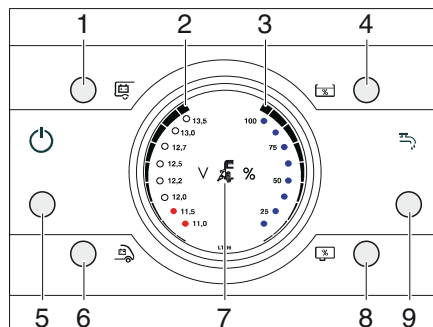

Bild 261 Panel LT 96
230 V-kontrollampan (Bild 261,7) lyser när nätspänningen ligger på el-blockets ingång.
Med huvudbrytaren 12 V (Bild 261,1) kopplas panelen och bodelens 12 V-försörjning till eller från.
- Tryck kort på huvudbrytaren 12 V (Bild 261,1).
Med knapparna bodelsbatteri (Bild 261,1 och startbatteri (Bild 261,6) visas batteriernas laddningsstatus.
- Tryck på knappen bodelsbatteri (Bild 261,1).
Batteriladdningen visas (Bild 261,2).
- Tryck på knappen startbatteri (Bild 261,6).
Med knapparna nivå vattentank (Bild 261,4) och nivå avloppstank (Bild 261,8) kan vattennivån och avloppsvattennivån visas.
- Tryck på knappen nivå vattentank (Bild 261,4).
Vattentankens nivå visas (Bild 261,3).
- Tryck på knappen nivå avloppstank (Bild 261,8).
Avloppstankens nivå visas (Bild 261,3).
Med knappen vattenpump PÅ / AV (Bild 261,9) kan man aktivera och avaktivera vattenpumpen. Den egentliga tillkopplingen av vattenpumpen görs genom att man öppnar en vattenkran när vattenpumpen är aktiverad. Är vattenpumpen avaktiverad förblir vattenpumpen fränkopplad även när en vattenkran öppnas.
- Tryck kort på knappen vattenpump PÅ / AV (Bild 261,9).
LED "11,0 V" i indikeringen (Bild 261,2) blinkar när batteriets spänning (mätning under pågående drift) sjunker under 11 V och det finns risk för en djupurladdning.